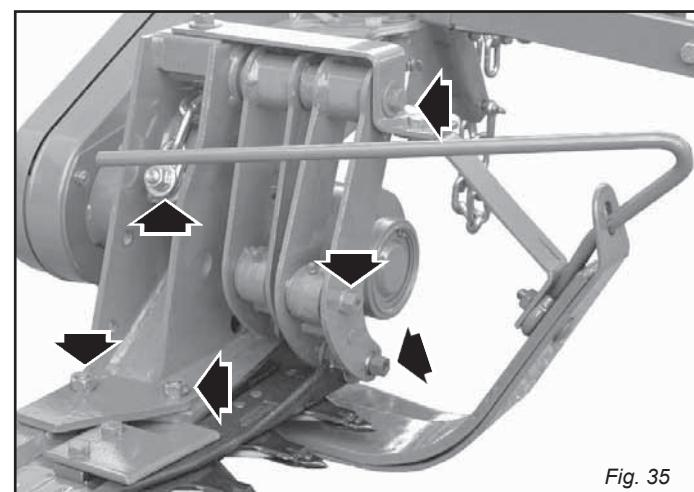

Fig. 35
- În primele ore de lucru, controlați strângerea șuruburilor (Fig. 35).
- Controlați strângerea buloanelor bieletelor (Fig. 35).